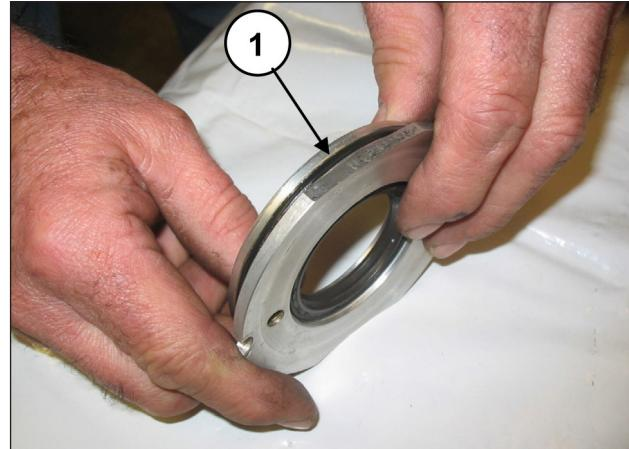
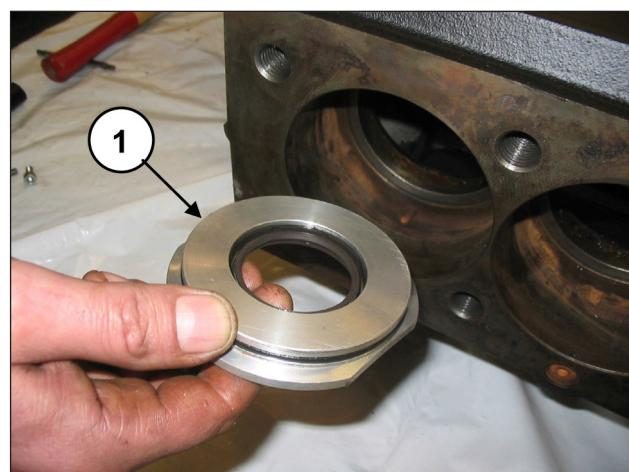

Abb. 130
Abb. 131
Setzen Sie den O-Ring (Pos. ①, Abb. 130) in die Aufnahme des Ölabstreifring-Deckels ein und bringen Sie die montierte Gruppe in den Gehäusesitz an (Pos. ①, Abb. 131).